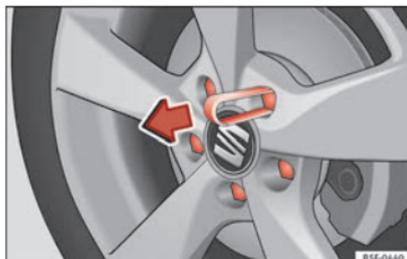

Fig. 70 Ruota: viti della ruota con tappi.
- Incastrare la pinza di plastica (attrezzo di bordo) sul tappo fino a che non scatta » » fig. 70.